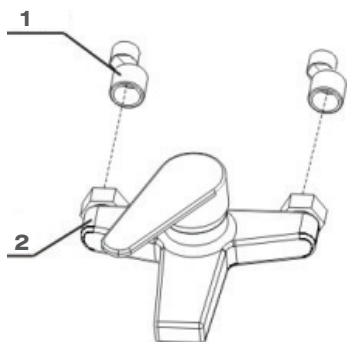

Рисунок 13. Снятие смесителя
- a. Перекройте источник воды, при помощи разводного ключа, снимите смеситель, оставив эксцентрики на месте, как показано на рис. 13.